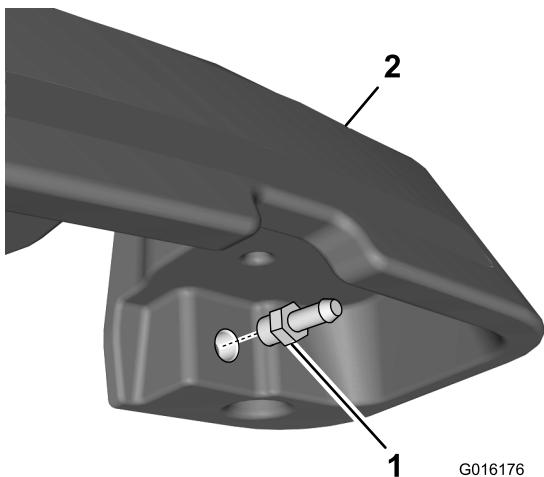

Figura 6
- Instale a união hidráulica recta na abertura no lado inferior do depósito do detector de fugas (Figura 6).